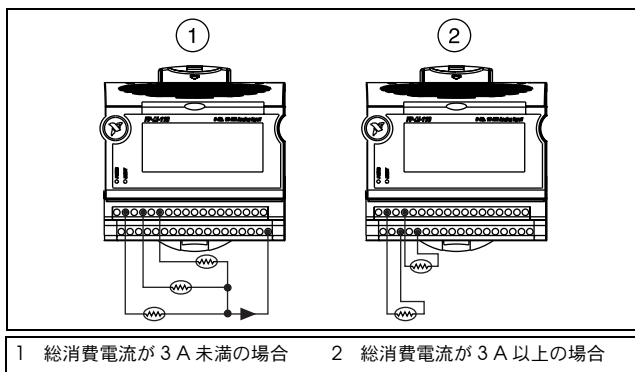

図 10. 3 A 未満および 3 A を超える供給に電源を接続する
- 総消費電流が 3 A 未満の場合、パスを返すのに 1 つの端子を使用できます。総消費電流が 3 A を超える場合、図 10 のように個別に C 端子を使用してください。